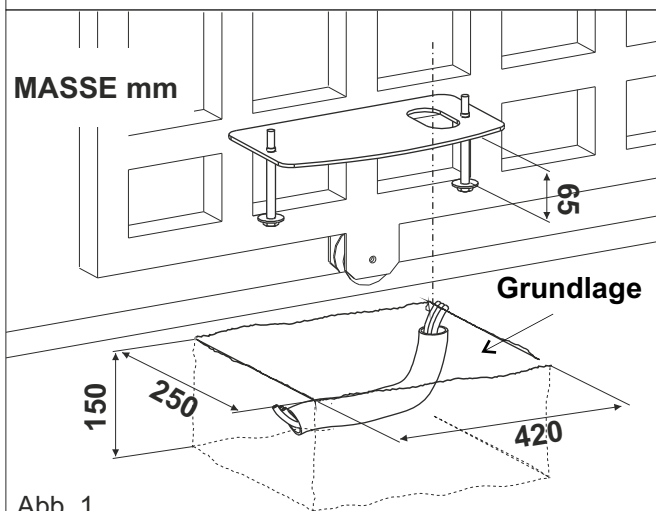

Abb. 1
2.1. Ein Fundament aus Beton (siehe Maße in Abbildung 1) für die Grundplatte und die Verankerungsbolzen herstellen.